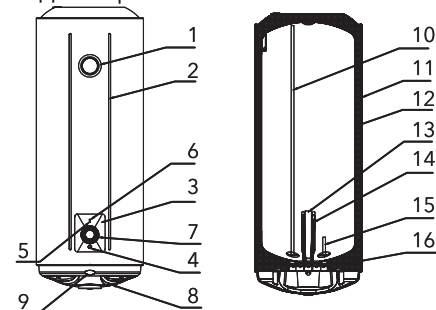

Рис. 1
1. Водонагреватели этой серии оснащены одним электрическим нагревательным элементом и могут работать в режиме полной или половинной мощности соответственно 1500 Вт или 750 Вт (водонагреватели емкостью 150 л в режиме мощности 2400 Вт или 1200 Вт). После подключения к источнику питания начнется нагрев в режиме 750 Вт (1200 Вт). Когда горит индикатор «Full power», значит включен режим полной мощности. Режим мощности регулируется нажатием кнопки «Р» (рис. 1, п.4), одновременно будут гореть лампочка нагрева (рис. 1, п.5) и индикатор полной
мощности (рис. 1, п.6).
2. Режим половинной мощности выполняет нагрев в режиме энергосбережения; функция быстрого нагрева осуществляется в режиме полной мощности. С помощью ручки регулятора нагрева (рис. 1, п.7) установите требуемый уровень нагрева воды в диапазоне от min до max. Степень нагрева воды будет отображаться на шкале термометра (рис. 1, п.1). Режим «ECO» – эко режим, на шкале нагрева соответствует температуре 50–55 °С. Нагрев воды отключается автоматически и включается для подогрева автоматически.